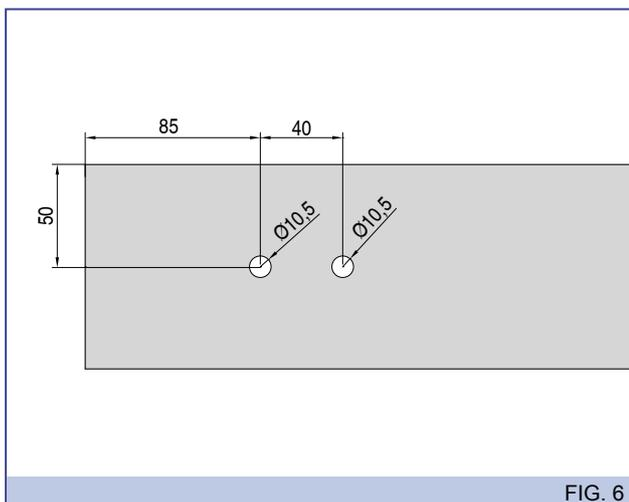

FIG. 6
7. Praticare due fori $\text{Ø}10,5\text{mm}$ nelle due estremità del profilo traverso, facendo riferimento alle dimensioni indicate in Fig.6.
8. Fissare il profilo traverso (E) ai due supporti avvolgitore (F) con le viti, nei fori praticati in precedenza (Fig.6).